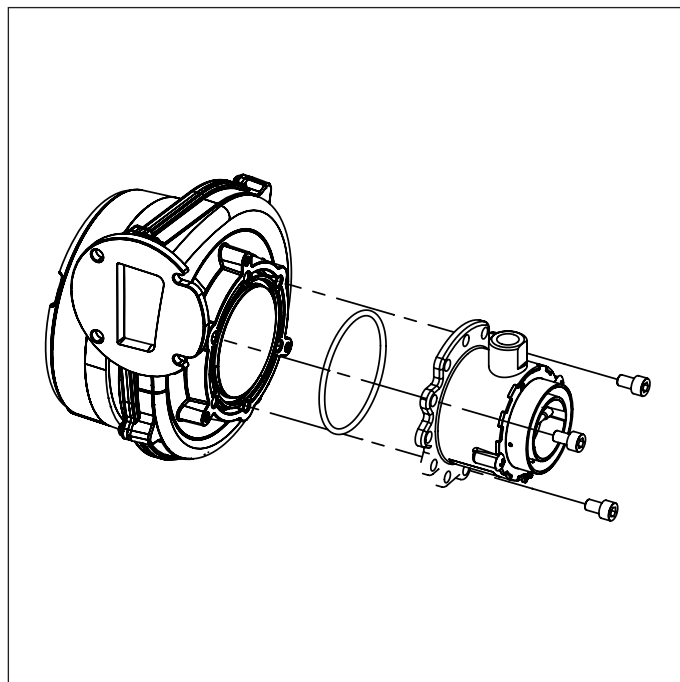

Fig. 35 Amestecător
- Înlăturați amestecătorul desfăcând cele trei șuruburi tip imbus (vezi Fig. 35 Amestecător).